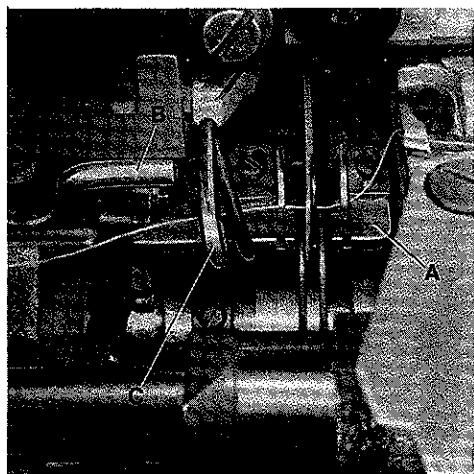
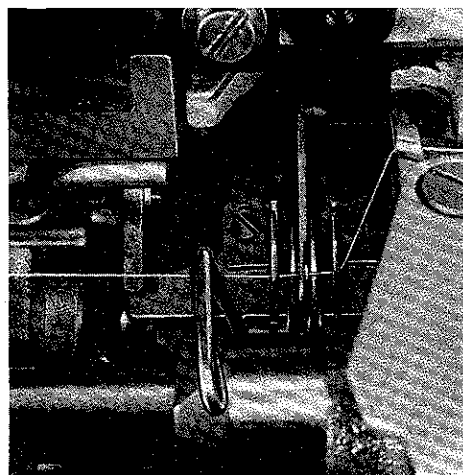
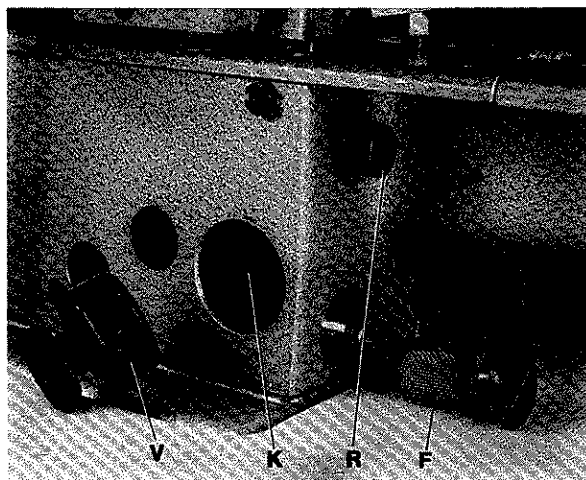

Fig.7
Fig.8
Fig.9
For easier threading of the looper thread, the cast-off plate (A, Fig. 7) will flip-up when pressing lever (B). After threading push the cast-off (A, Fig. 7) at lever (C) back to its home position (see Fig. 8).
For cleaning, the cast-off plate (A, Fig. 7) can be removed completely. Rotate pulley until the flat side of take-up points up. Flip-up cast-off plate by pressing lever (B) and turn out thumb screw (R, Fig. 9). Make sure that the cast-off plate is positioned above the flip-up spring when re-assembling.
Zum besseren Einfädeln des Greiferfadens kann die Faden-abzugsplatte (A, Fig. 7) durch Drücken des Hebels (B) nach oben ausgeschwenkt werden. Nach dem Einfädeln wird die Fadenabzugsplatte (A, Fig. 7) am Hebel (C) wieder in ihre Ausgangsstellung zurückgedrückt (siehe Fig. 8).
Zum Reinigen kann die Fadenabzugsplatte (A, Fig. 7) ganz herausgenommen werden. Drehen Sie am Handrad bis die flache Seite des Fadenaufnehmers oben ist. Schwenken Sie durch Drücken des Hebels (B) die Platte nach oben und drehen Sie die Rändelschraube (R, Fig. 9) heraus. Setzen Sie die Faden-abzugsplatte wieder so ein daß sie oberhalb der zum Hoch-drücken dienenden Feder liegt.
The oil filter (F, Fig. 9) has to be cleaned periodically in petroleum, according to its contamination. The oil filter can be removed by turning it counter-clockwise.
Chamber (K, Fig. 9) behind plug (V, Fig. 9) has to be cleaned periodically, according to its contamination.
Der Ölfilter (F, Fig. 9) muß periodisch, je nach Verschmutzung in Petroleum gereinigt werden. Der Ölfilter kann durch Drehen im Uhrzeigersinn entfernt werden.
Die Kammer (K, Fig. 9) hinter dem Verschußstopfen (V, Fig. 9) muß periodisch, je nach Verschmutzung gereinigt werden.